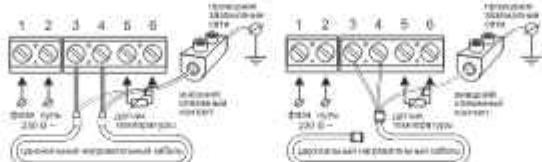

Рис. 3
Выходы нагревательной секции или маты подключаются к клеммам 3 и 4; вывод экранирующей оплетки (жгуто-зеленый провод) к линии защитного заземления (PE) через внешний клеммный контакт (не входит в комплект поставки) (рис. 3).